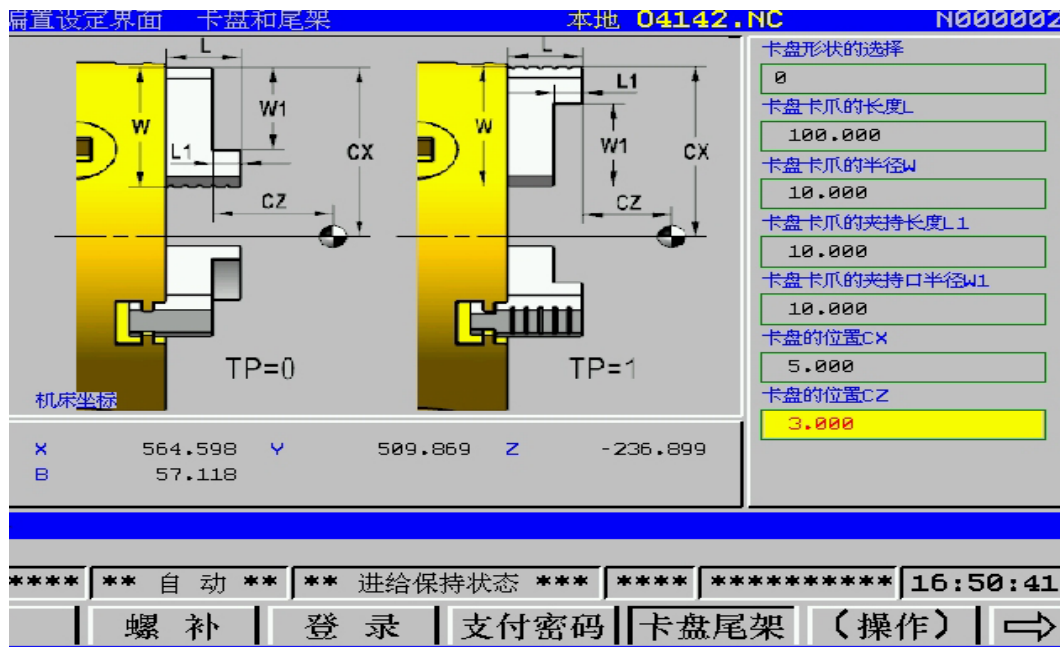

图1-2 卡盘尾架界面图
- 1、位于按  键----->  ----->[卡盘尾架]，弹出卡盘尾架界面如图 1-2 所示。要想操作卡盘尾架的功能，首先按  键进入显示页面，按  ----->【登录】键进入登录界面，在登录界面获得登录权限后，返回到卡盘尾架界面。